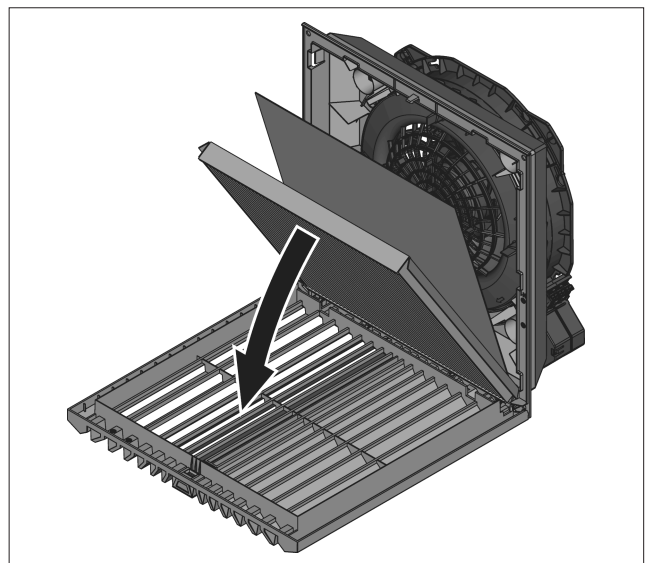

Abb. 16: Faltenfilter IP55 einbauen
- Nur für IP55: Legen Sie das bei den Faltenfiltern für IP55 mitgelieferte Absorbervlies auf den bereits eingelegten Faltenfilter (siehe Abb. 16). Die Einbau-richtung des Absorbens ist hierbei egal.